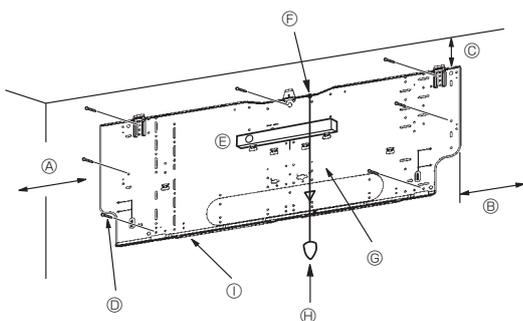
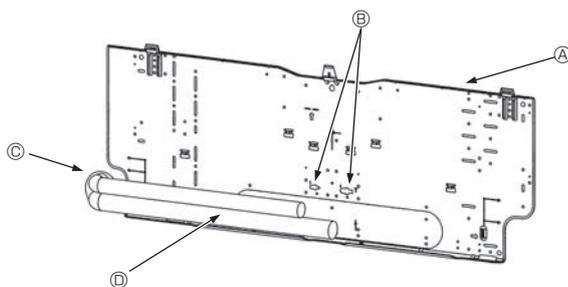

Fig. 3-4
Fig. 3-5
■ PKA-RP60, 71, 100KAL (Fig. 3-4)
- Ⓧ Befestigungsschrauben (4 × 25) ②
- ⓕ Montageplatte ①
3.3. Wenn Rohre in der Wand verlegt werden (Fig. 3-5)
- ▲ Montageplatte ①